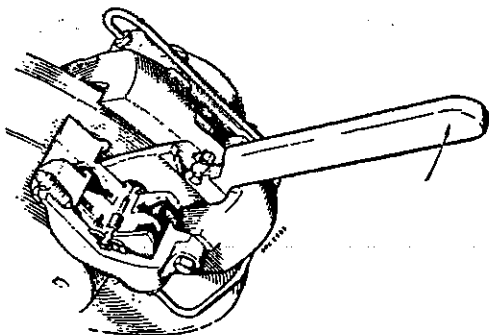

Fig. 05/1 - Emploi du levier 8053051.
- A l'aide de l'outil 8053051, comprimer l'ensemble du piston vers le fond du cylindre, comme indiqué à la fig. 05/1.